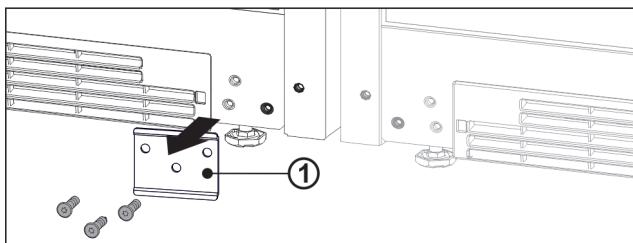

Fig. 14
- Ak je namontovaný plech Fig. 14 (1), tak ho odskrutkujte.